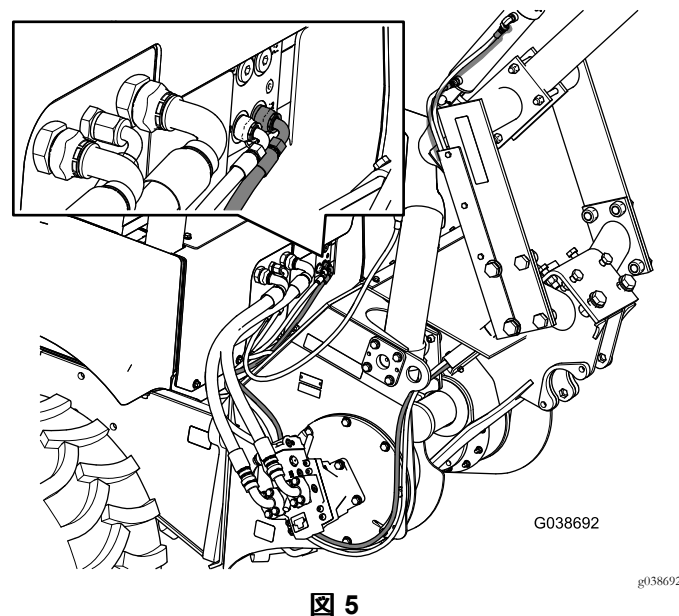

図 5
6. シリンダの上ポートから来ているホースを機体の右側のポートに取り付ける 図 5。